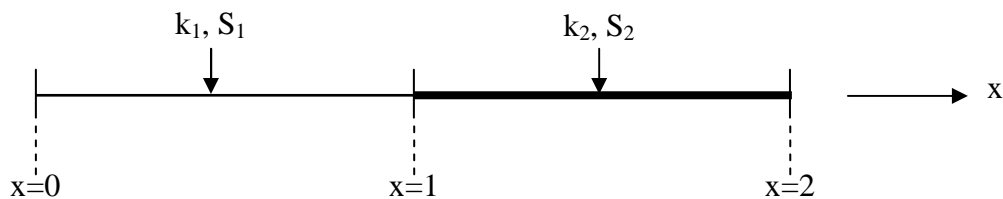

Figure 6
- 3) On se place dans cette question sous les mêmes hypothèses que la question 1) mais avec deux barres de 1 m de long chacune (figure 6). La température est imposée aux deux extrémités de la barre : $T(x=0)=0^\circ C$; $T(x=2)=5^\circ C$. Chaque barre a une conductivité et une section différente : $k_1=10 W/(m^\circ C)$; $k_2=30 W/(m^\circ C)$; $S_1=2 m^2$; $S_2=6 m^2$. Calculer l'expression générale de $T(x)$.